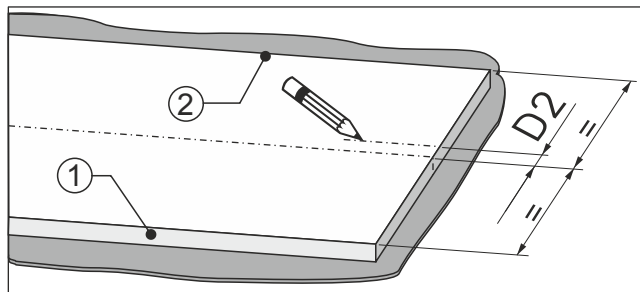

Fig. 96
- Fra midten af møbelfronten opmåles målet Fig. 96 (D2) i retning mod dørstoppsiden Fig. 96 (2).